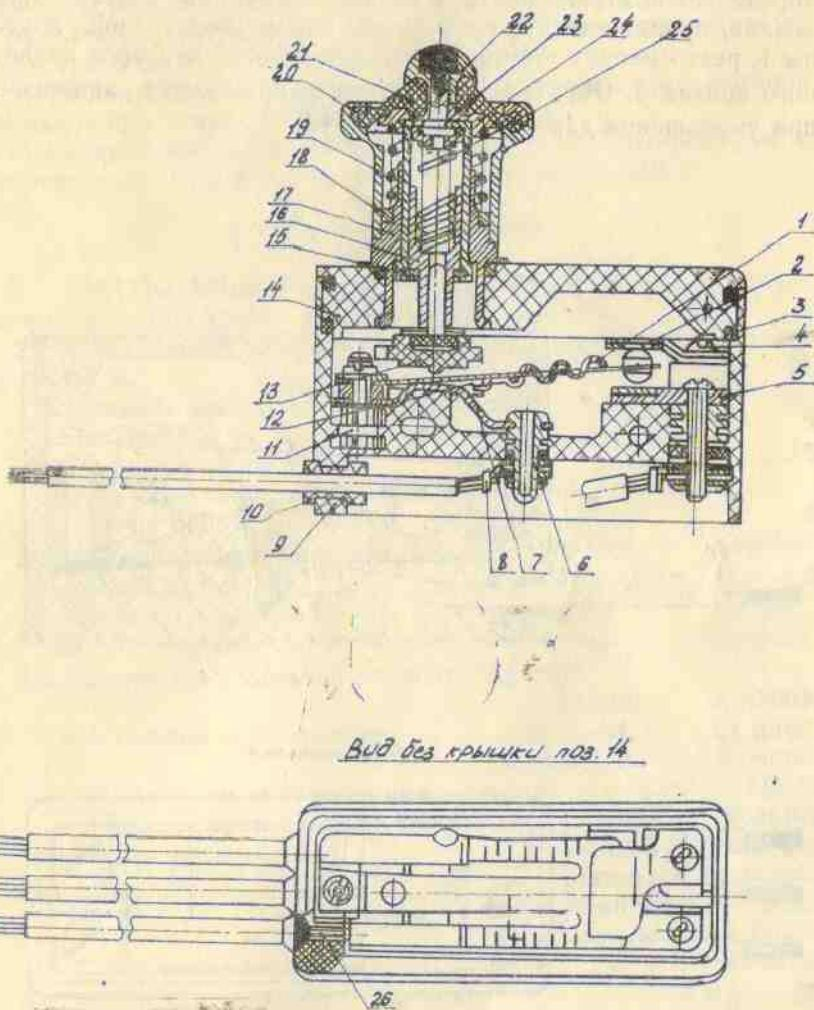

Рис. 3. Микровыключатель АМ800К:
При нажатии на втулку 22 (рис. 3) давление через стержень 23, пружину 25, втулку 16, кнопку 13 передается на контактную пружину 1. При определенной стреле прогиба перпендикулярная составляющая усилия, приложенная к свободному концу контактной пружины 1, резко меняет знак, вызывая мгновенный переброс подвижного контакта.
**3.3.3. Нажимное устройство АМ800К** (рис. 3). Втулка 17, приваренная аргонно-дуговой сваркой к корпусу 18, является направляющей для штока, который состоит из стержня 23, втулки 16, стакана 15, пружины 25. Стержень 23 развалцована на втулке 22.